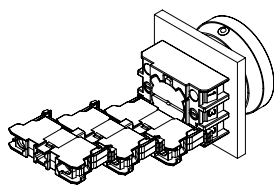
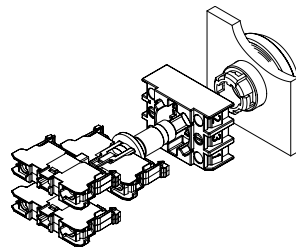

Abb. 4
Abb. 5
2. Montage der Kontaktelemente des RF-Kontaktsystem erfolgt durch Aufschnappen an den Positionen 1 bis 3 am Montageflansch (siehe Abb. 4). Die mittlere Position (Pos. 3) ist für die Montage von Leuchtelementen bei Geräten mit Beleuchtung (siehe Abb. 5) vorgesehen.